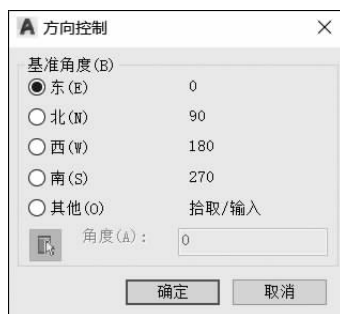

图 2-7 “方向控制”对话框
(6)方向:定义角度 0 并指定测量角度的方向。单击“方向”按钮,弹出“方向控制”对话框(见图 2-7),系统默认正东方的方向为 0° ,逆时针方向旋转为角度增加的正方向。